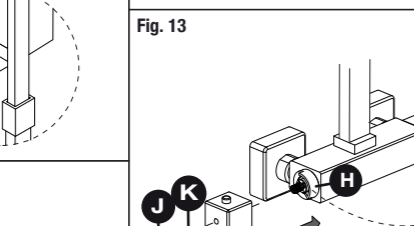

Fig. 13
ATENCIÓN: El anillo de plástico montado sobre el cartucho termostático (L) no se debe desmontar nunca (Fig. 13).
4) Volver a colocar el cartucho y la maneta. Tener en cuenta la posición correcta del anillo (L) (Fig. 13).
ATTENTION: The plastic nut placed in the thermostatic cartridge (L) must never be removed (Fig. 13).
4) Then assemble the cartridge and the handle back reminding the correct position of the ring (L) (Fig. 13).
ATTENTION: L'écrou placé dans la cartouche thermostatique ne doit jamais être retiré (Fig. 13).